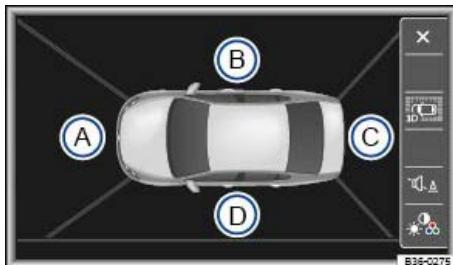

Abb. 215 Anzeige der Umgebungsansicht: Vogelperspektive.
Legende zu ⇒ Abb. 215 :
Durch die Kombination aller Kamerabilder wird eine Vogelperspektive erzeugt ⇒ **Abb. 215**. Die Vogelperspektive kann durch Antippen des *Fahrzeugs* innerhalb des Bereichs ausgewählt werden.
Durch Antippen der einzelnen Bereiche in der Vogelperspektive ⇒ **Abb. 215** (A) bis (D) oder der Miniaturansicht der Vogelperspektive können die jeweiligen Anzeigen der Kamerabilder ausgewählt werden.
Anzeige manuell einschalten:	Taste ⇒ Abb. 216 einmal drücken. Auf dem Bildschirm des Infotainmentsystems wird die Vogelperspektive eingeschaltet ⇒ Abb. 215 . Wenn die Taste bei Geschwindigkeiten über etwa 15 km/h (9 mph) betätigt wird, erfolgt keine Bildaufschaltung.